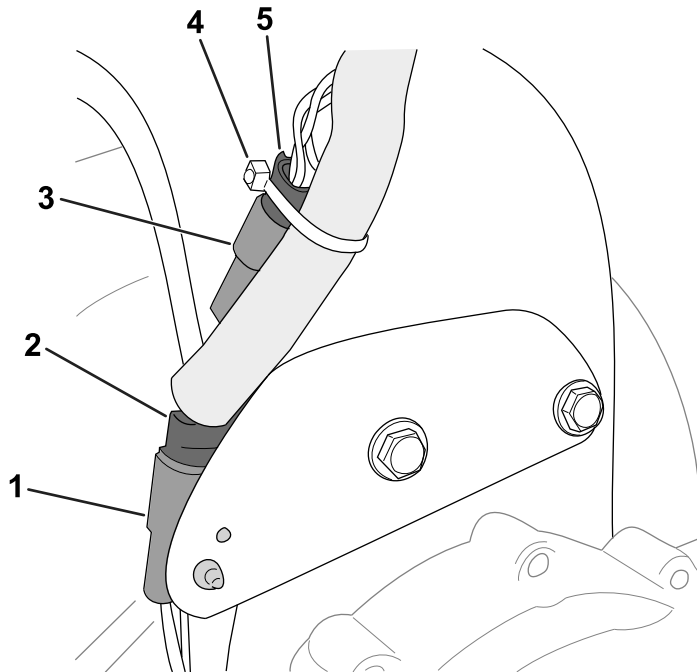

Figura 5
1. Collegare il connettore a 2 pin del motoriduttore al connettore a clip sulla staffa del cablaggio preassemblato (Figura 5).
2. Collegare i connettori del motore ai connettori del cablaggio preassemblato del kit (Figura 5):
7. Utilizzate una fascetta per cavi per fissare i connettori mostrati in Figura 5 al cablaggio preassemblato del kit.